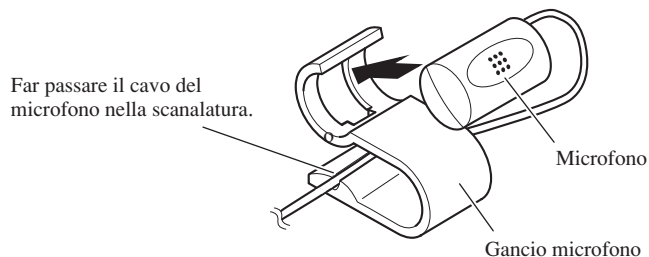

Fig. 21
1. Installare il microfono sul gancio microfono. (Fig. 21)